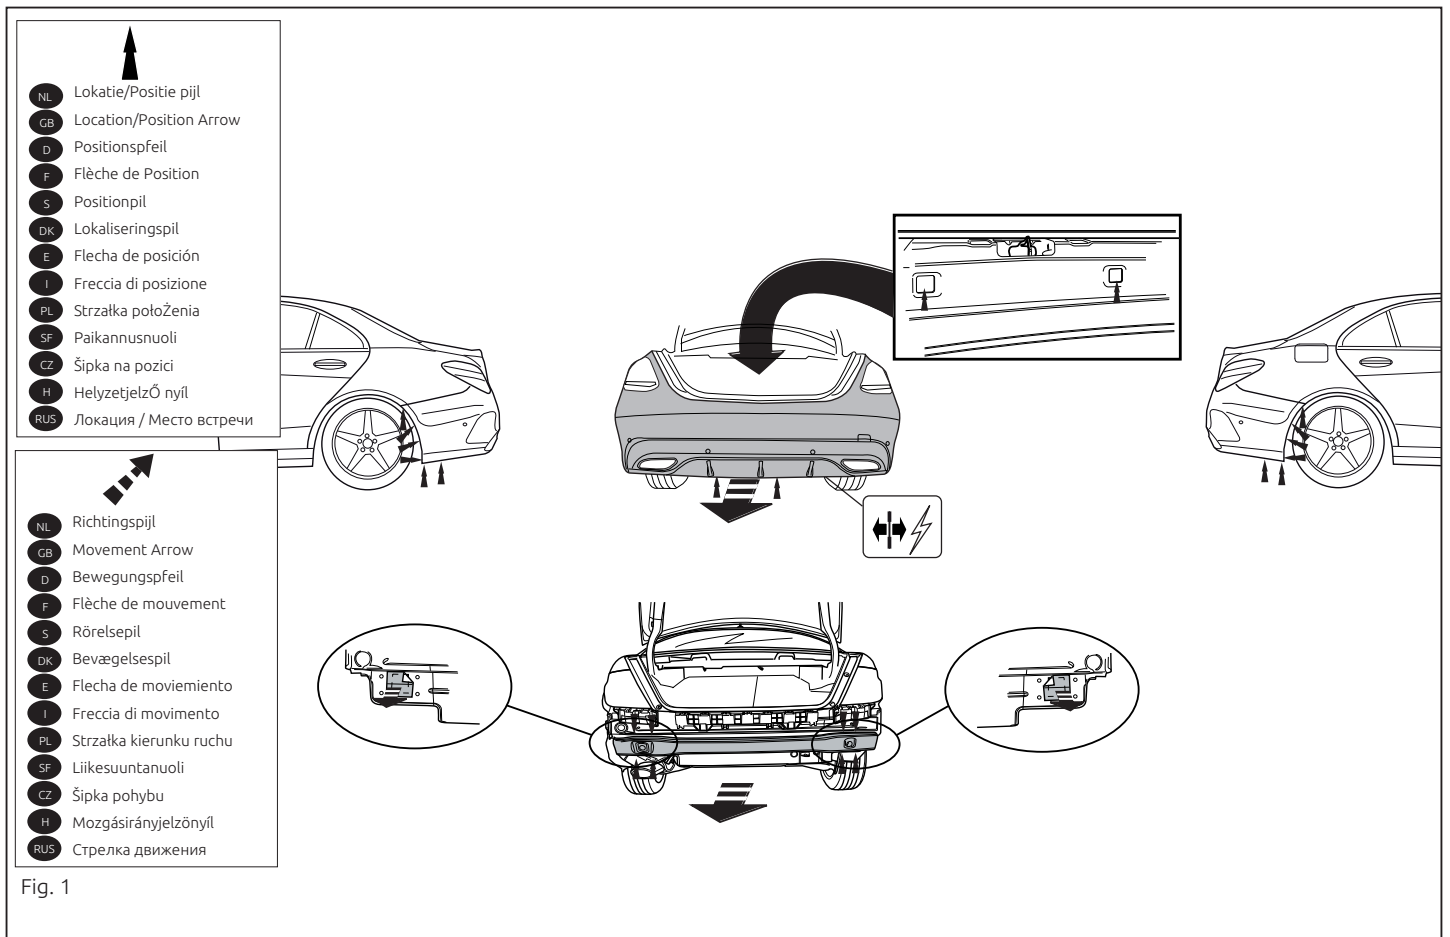

Fig. 1
1. Remove the bumper and the steel buffer beam from the vehicle. The buffer beam will no longer be needed. See figure 1.
1. Die Stoßstange einschließlich des stählernen Stoßbalkens vom Fahrzeug abmontieren. Der Stoßbalken wird nicht mehr benötigt. Siehe Abbildung 1.
2. Снять указательные детали. См. рисунок 1.
traverse ne sera plus utilisée. Voir la figure 1.